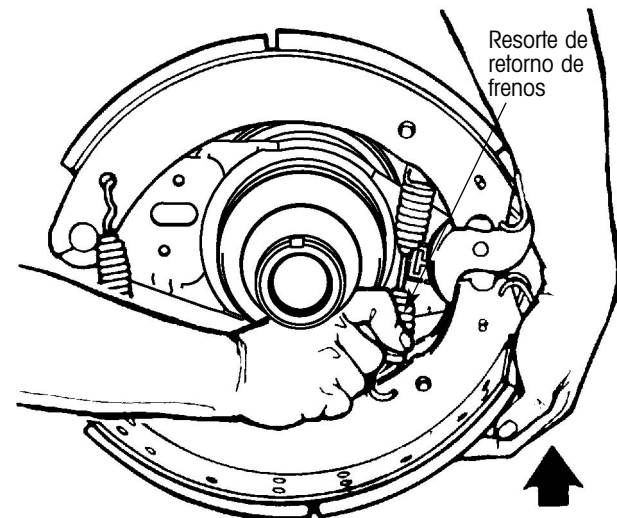

Figura 2. Removiendo el resorte de retorno de frenos
3. Levante la zapata de freno inferior y desenganche el resorte de retorno de frenos (figura 2).